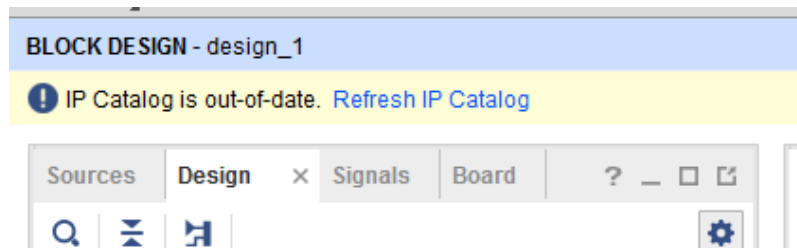

FIGURE 20 – Notification d'*IP out of date*
1. Vivado devrait afficher la notice *IP Catalog is out of date* (figure 20). **Ne cliquez pas sur Refresh** avant que Vivado HLS ait fini d'exporter le RTL ou les portes de l'enfer s'ouvriront sous vos pieds.⁵